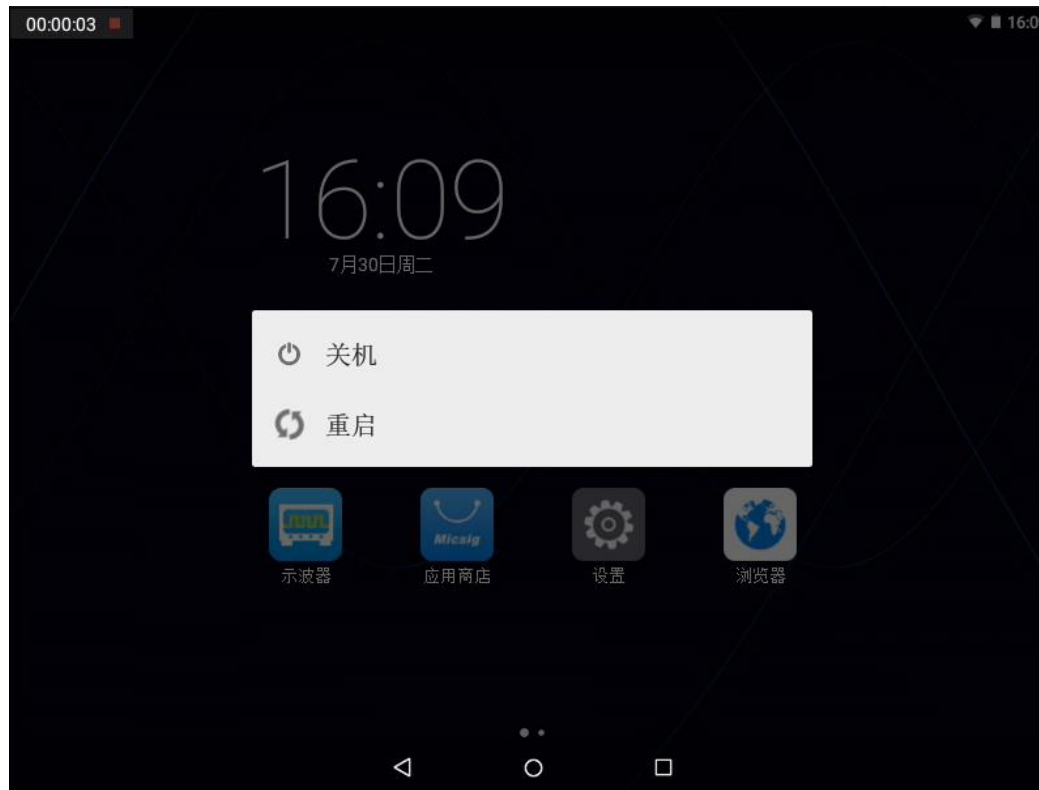

图13-13 关机界面
单击电源键^①，将进入关机界面，见图 13-13。关机包含 2 个选项：关机、重启。